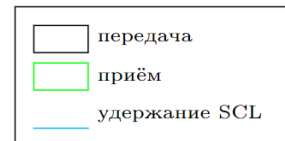

Рисунок 44 – Приём данных ведущим
– с завершением программой (AUTOEND = 0), NACK отправляется автоматически после последнего полученного байта, взводится флаг TC и линия SCL удерживается для совершения программой следующих действий (рисунок 44):